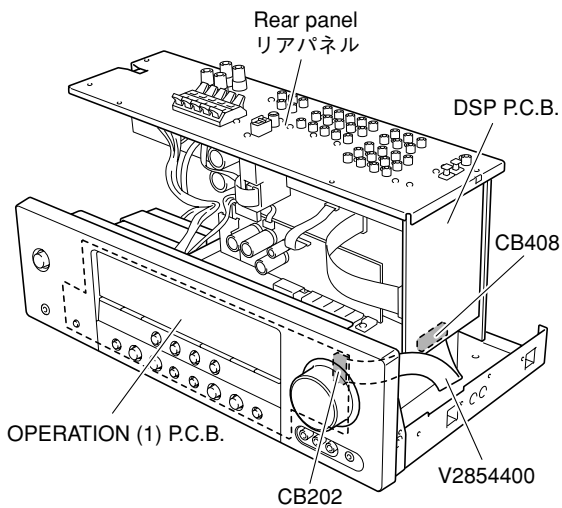

Fig. 6
- Be sure to use the extension cable for servicing for the following section. (Fig. 6)
- 次の区間は、サービス用延長ケーブルを使用してください。(Fig. 6)